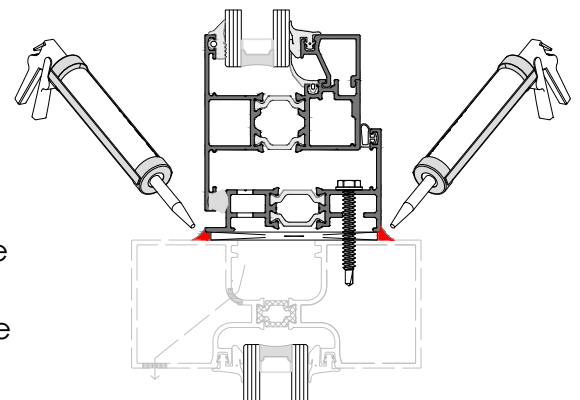

FIG. 4
- Appliquer le scellant autour de cadre, à l'intérieur et à l'extérieur, en façonnant des joints. **Voir FIG. 4**